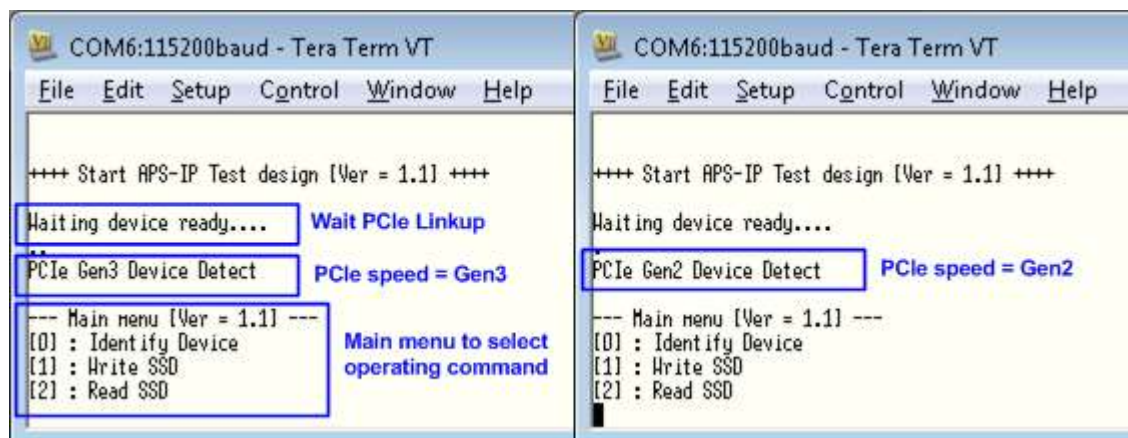

図 2-14: FPGA コンフィグレーションおよび PCIe 初期化完了後のシリアル・コンソール画面
- FPGA のコンフィグレーションが完了すると LED[0]と LED[1]が PCIe の初期化中点灯します。そして LED[1]が消灯し PCIe が初期化を完了してデモ・システムがユーザからのコマンドを受け付けられることを示します。また、PCIe のリンク速度情報が図 2-14 のようにメイン・メニューを表示する前にシリアル・コンソール上に表示されます。